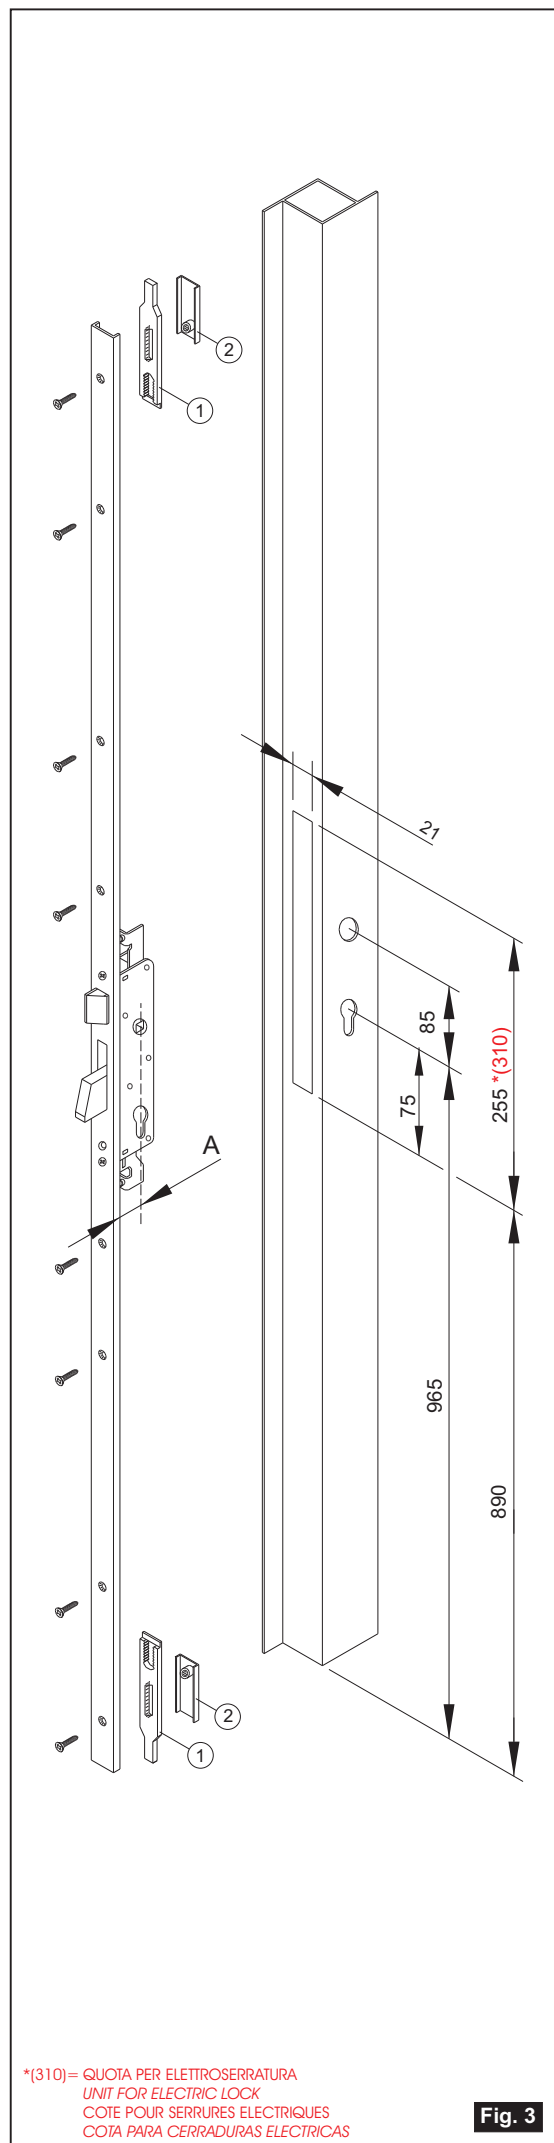

Fig. 3
- Eseguire sul profilo le cave per l'alloggiamento della serratura **Fig.3** considerando che per evitare di effettuare la rasatura inferiore è necessario tenere l'asse cilindro a 965 mm dalla base del profilo. Nell'eseguire la cava per il cilindro tenere in considerazione la quota "A" **Fig.3** tra l'appoggio del frontale sul profilo e l'asse del cilindro (vedi tabella 1).
- Carve lock housings on the profile **Fig.3** in order to avoid lower shaving, the cylinder axis must be kept at a distance of 965 mm from the profile base. When carving the cylinder housing, consider dimension "A" **Fig.3** between the bearing of the forend plate on the profile and the cylinder axis (see Table 1).
- Evidez sur le profil les rainures pour le logement de la serrure **Fig.3** pour éviter le rasage inférieur il faut tenir l'axe du cylindre à 965 mm de la base du profil. En évitant la rainure pour le cylindre, tenez compte de la cote "A" **Fig.3** entre l'appui de la têtère sur le profil et l'axe du cylindre (voir Tableau 1).
- Realizar en la sección los canales para alojar la cerradura **Fig.3** considerando que para evitar efectuar la limadura inferior es necesario tener el eje del cilindro a 965 mm desde la base de la sección. Para la realización del canal para el cilindro hay que considerar que la medida "A" **Fig.3** entre el apoyo del frontal sobre la sección y el eje del cilindro (ver tabla 1).